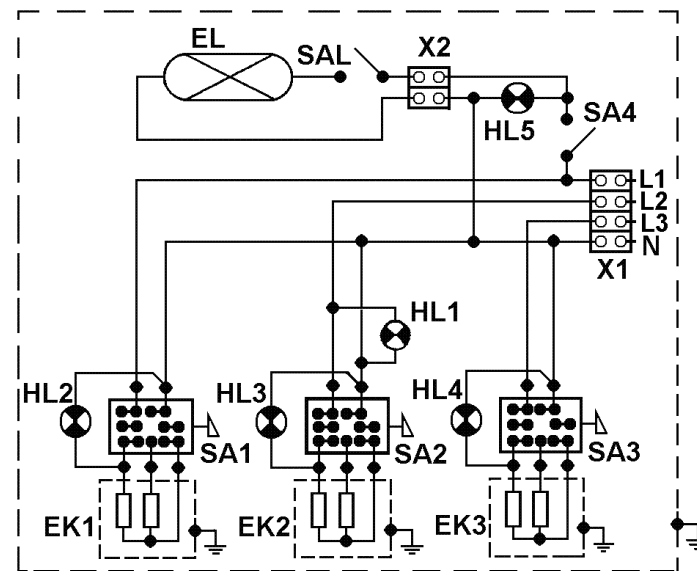

Рис. 5
8.5 Схема электрическая принципиальная приведена на рис. 5.
ления стойки к каркасу и подключить провода шнура электропитания светильника к зажимам промежуточной клеммной колодки (Х2, см. рис.5);